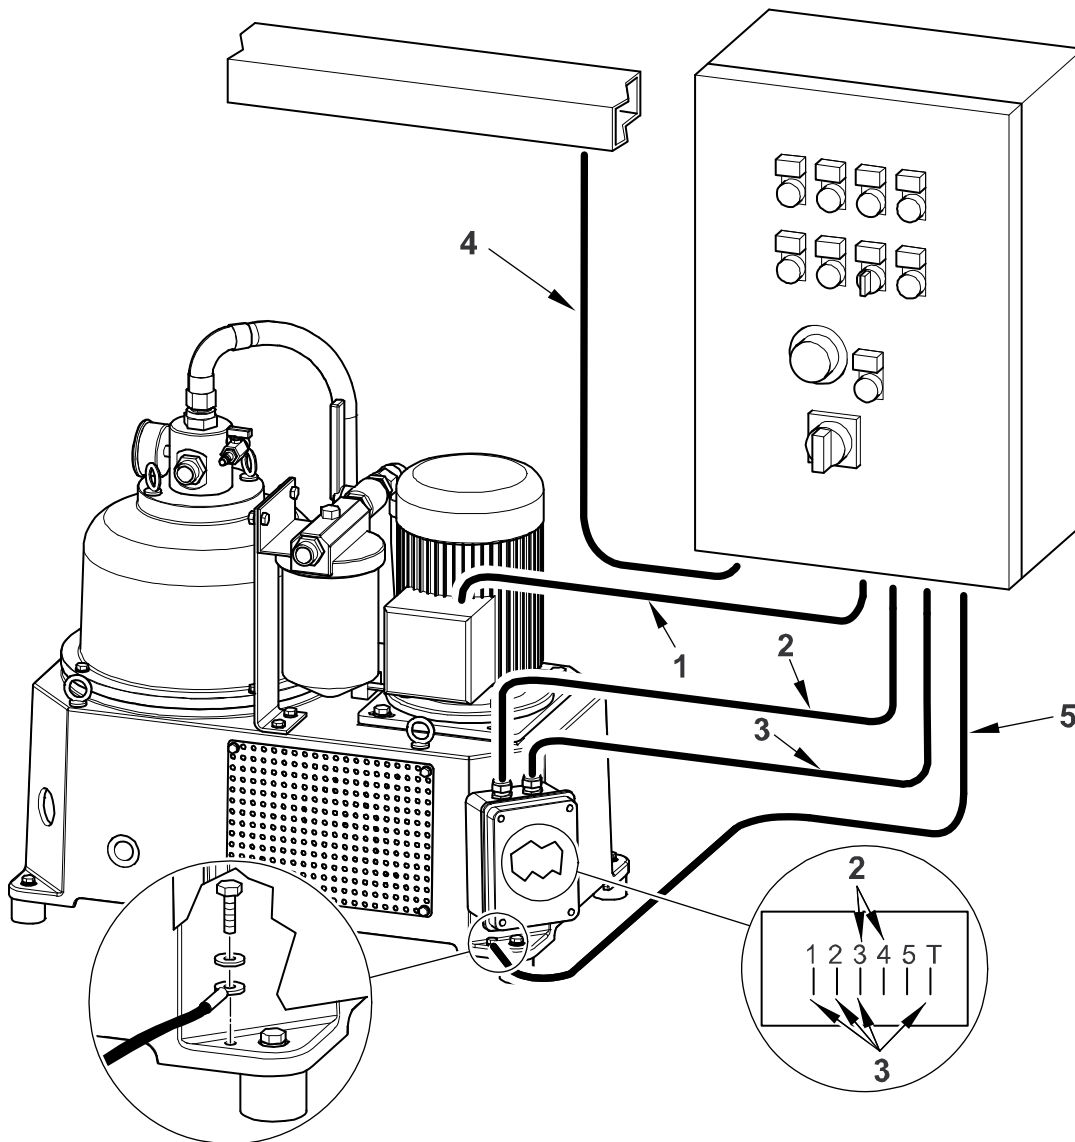

Fig.24
Para arrancar el separador, las conexiones eléctricas tienen que ser hechas según indicaciones en Fig.24 y Tab.7.
- El motor eléctrico tiene que ser conectado con el panel de control (Fig.24 Ref.1). Para la conexión, cumpla con las directivas dadas por el fabricante del motor en el manual correspondiente (véase el Anexo E) con las indicaciones contenidas en el esquema del cableado (véase el Anexo D).
- Conecte las líneas de derivación al tablero eléctrico (Fig.24 Tab.7 Ref.2 y Ref.3).
- Conecte la presa de tierra del separador con el panel de control (Fig.24 Tab.7 y Ref.5).
- Finalmente, conecte el panel de control con la red local (Fig.24 Tab.7 Ref.4) comprobando después que la tensión suministrada es igual según lo indicado en el esquema del cableado (véase el Anexo D).